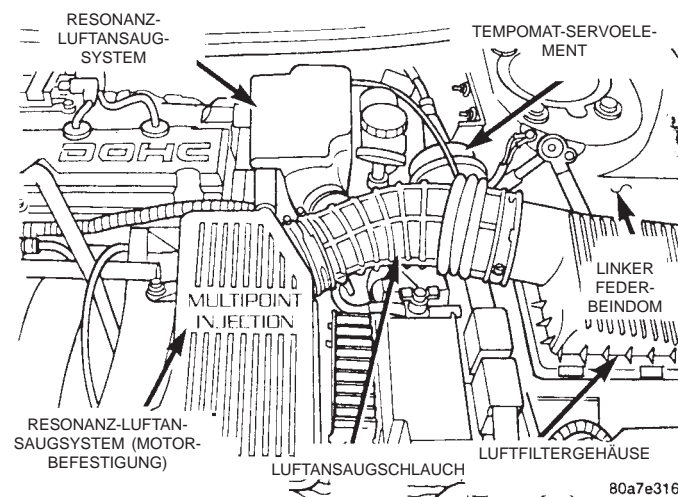

Abb. 92 Resonanz-Luftansaugsystem und Luftansaugleitung
(5) Resonanz-Luftansaugsystem und Luftansaugschlauch (Abb. 92) als Baugruppe von Resonanz-Luftansaugsystem am Motor und Luftfiltergehäuse abbauen (Abb. 92).
(13) Resonanz-Luftansaugsystem und Luftansaugleitung (Abb. 92) an Luftfiltergehäuse und Drosselklappengehäuse montieren.
(14) Den Bremslichtschalter auf richtige Einstellung prüfen. Falls erforderlich, den Bremslichtschalter richtig einstellen. Für das richtige Verfahren, siehe Angaben unter dem Abschnitt Einstellarbeiten in diesem Kapitel des Werkstatthandbuchs.
(15) Fahrzeug probefahren, um die korrekte Funktion der Bremsanlage des Fahrzeugs zu überprüfen.